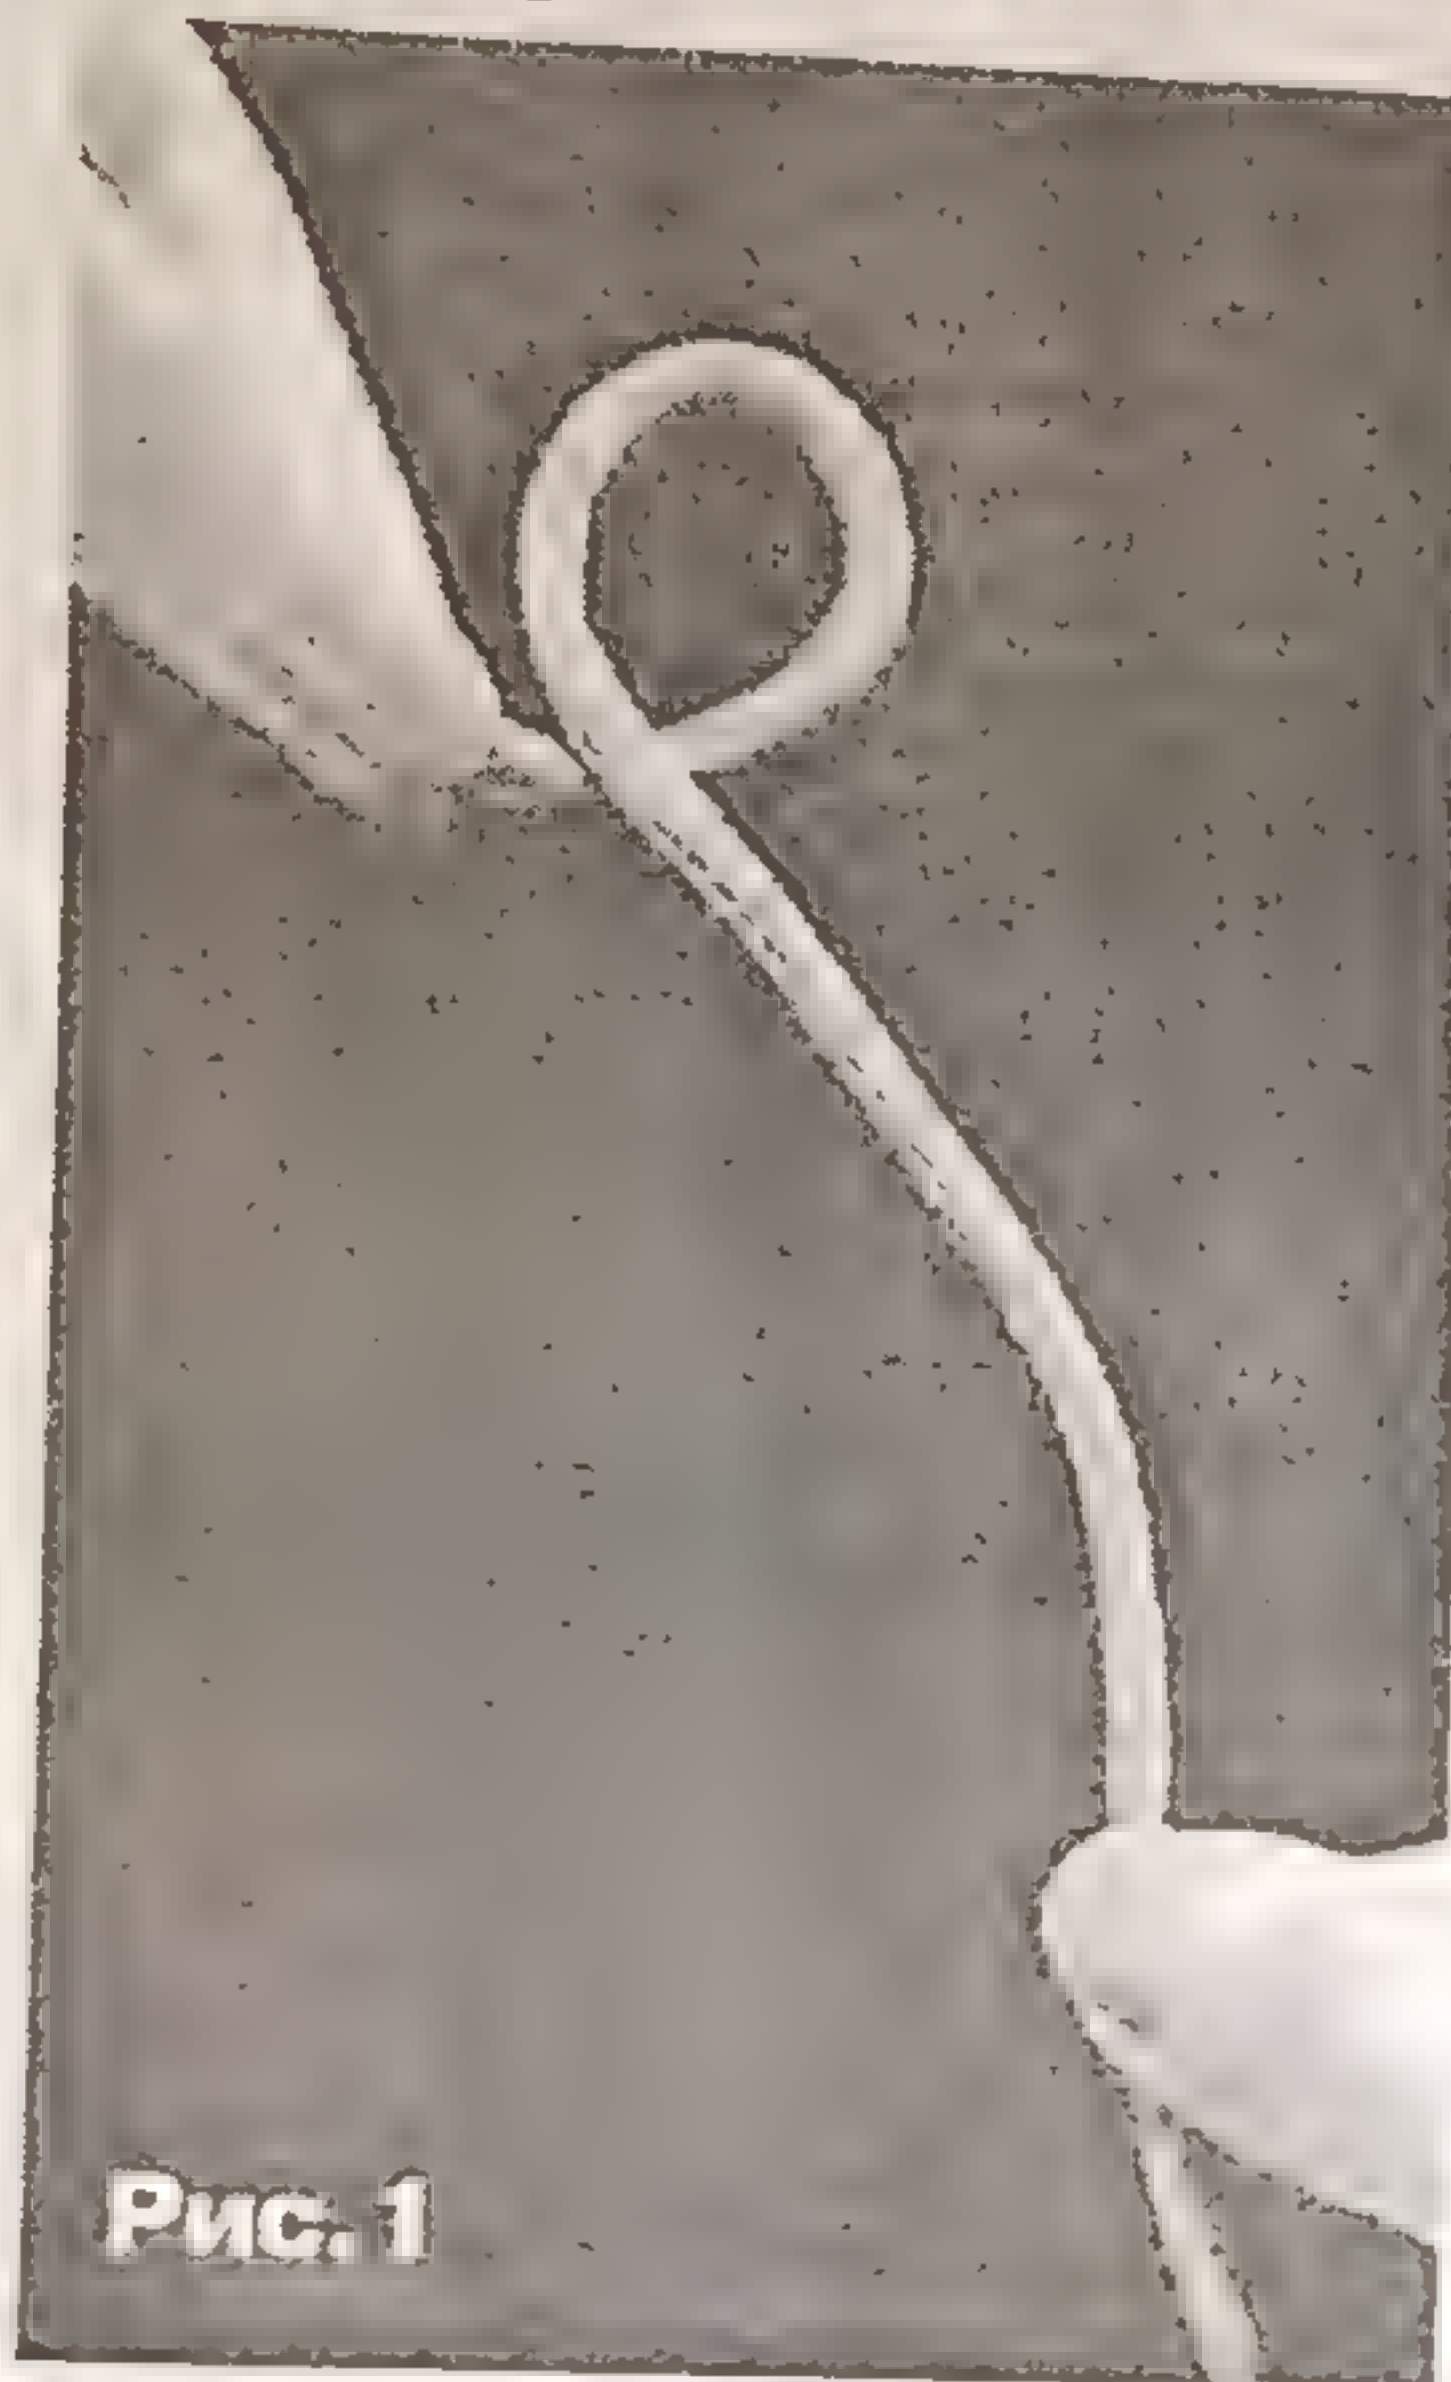

Рис. 1
Заверните шнур в ткань, совместив срезы. Прострочите вдоль шнура, используя большой стежок и лапку для втачивания «молний». Притачайте шнур к концу полоски поперечной строчкой. Срежьте припуски на шов. Взяв ткань за край, натягивайте ее на открытую часть шнура, выворачивая на лицевую сторону. Отрежьте пристроченный конец ткани и лишний шнур (рис. 1).
2. Сделайте первую петлю (рис. 1).